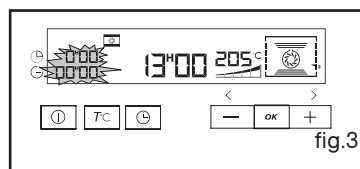

fig.3
- o indicador de duração de cozedura e 0:00 piscam (fig.3),